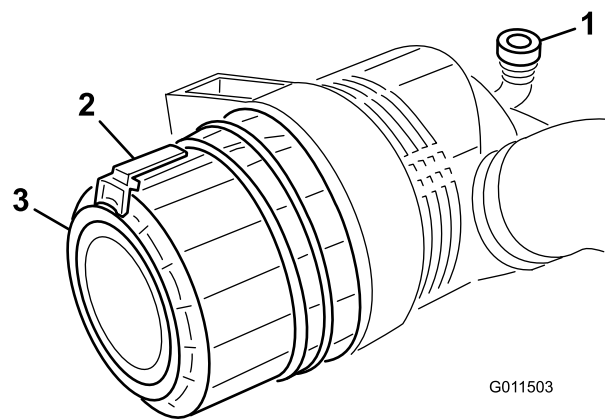

Figura 73
2. Tire hacia fuera del enganche y gire la tapa del limpiador de aire en sentido antihorario (Figura 73).